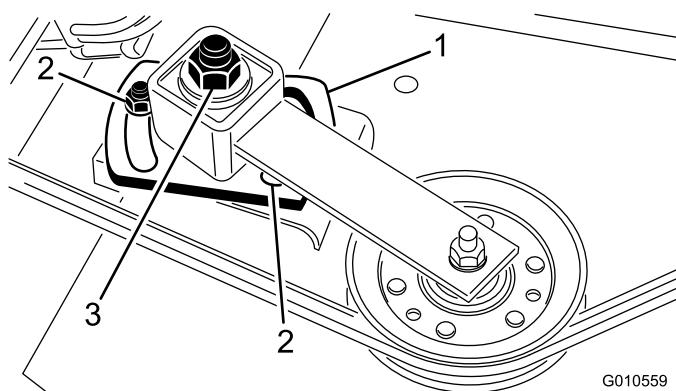

Figura 30
- Utilize uma chave e chave dinamométrica para apertar a porca de ajuste intermédia a 47 a 54 Nm (Figura 30).